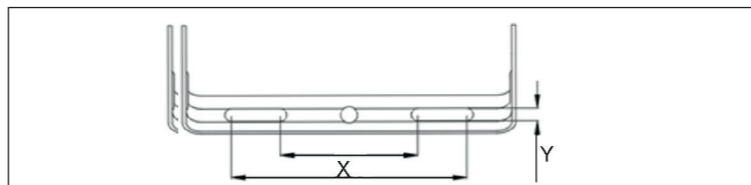

Fig. 4: Borehole distance
5. Fixez le projecteur extérieur à LED. Voir Fig. 4.
- Fissare il proiettore esterno a LED. Vedi fig. 4